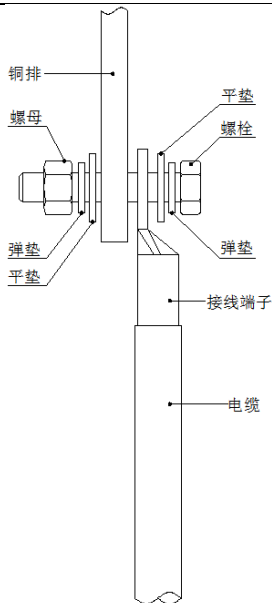

图3-11 直流输入线缆连接
(5) 直流输入接线建议遵循以下原则：
- (e) 请确认直流输入路数，选择合适的电缆线径，再按图3-11所示的接法将接线端子固定于铜排上，并用扭矩扳手，以适合的扭力锁紧。